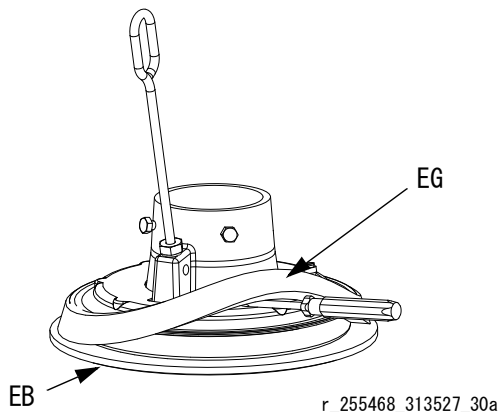

図 12: スライディングスペーサ
2. 手で、スぺーサ (EG) を持ち上げてプレートから離し、フランジおよび下端のワイパー (EB) をくぐらせて引き下ろします。図 12 を参照してください。
3. スぺーサ (EG) は、他の用途にも必要なので保存します。
1. スペーサ (EG) の直径の大きい側が下を向いていることを確認します。スペーサ (EG) を、完全にプラテンのフランジの上になるように手でプラテンの上に上げます。図 12 を参照してください。